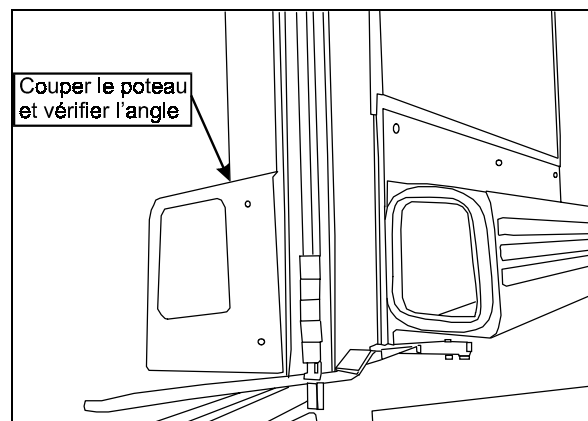

FIGURE 8
7. Couper et installer le poteau (voir la figure 8).